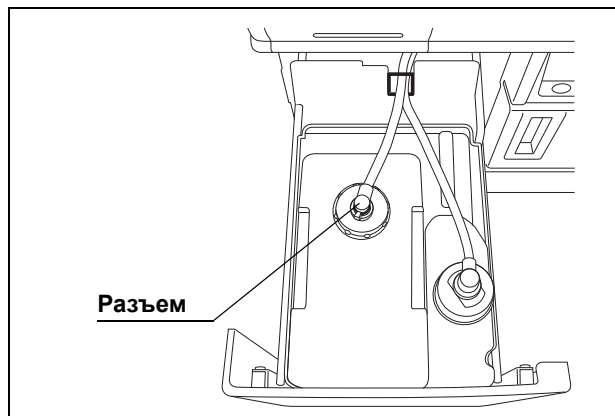

Рис. 3.16
- Расположите одноразовый резервуар для моющего средства в направлении, показанном на Рис. 3.16. В противном случае, трубка будет вытягиваться, в результате чего трубка может быть повреждена и произойдет утечка моющего средства.